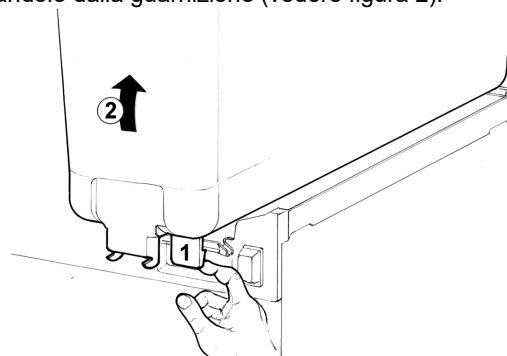

figura 2
- 2 Togliere il contenitore vuoto sollevandolo dal lato rubinetto e sfilandolo dalla guarnizione (vedere figura 2).